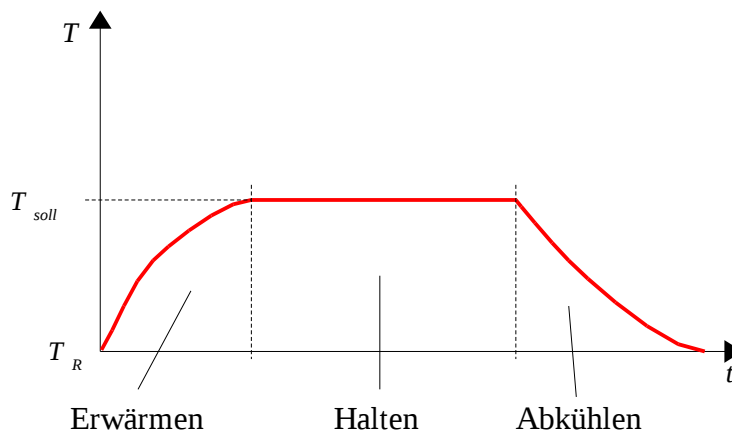

Abbildung 5.1: Temperaturführung
- Temperaturführung (T - t -Diagramm) (Abb. 5.1)